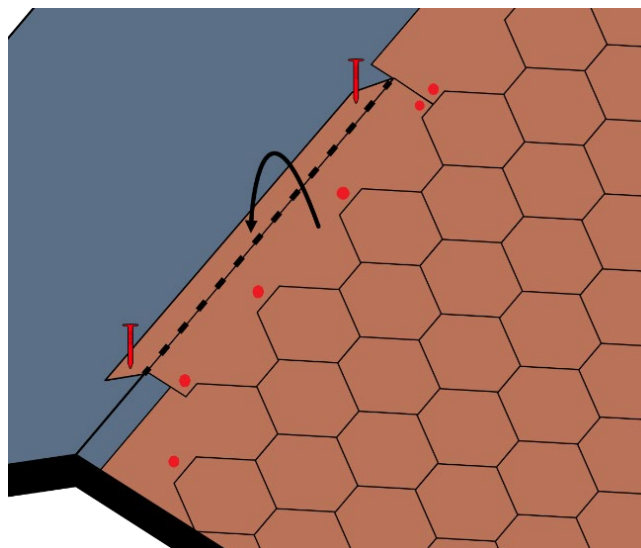

Fig. 9 - Posa delle tegole al colmo
- L'ultima fila di tegole bituminose dovrà sporgere oltre la linea di colmo; la parte eccedente verrà ripiegata oltre la linea di colmo e dovrà essere fissata con almeno due chiodi - Fig. 9.